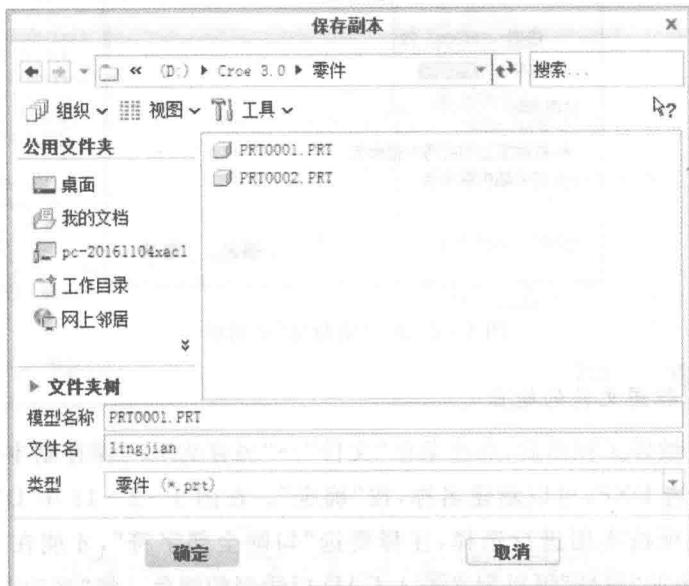

图 1-2-8 “保存副本”对话框
① 选择“文件”→“保存”命令或单击 \square 按钮,文件被保存到预先设定好的工作目录中。
② 如果要改变保存路径或文件名称,则可以选择“文件”→“另存为”→“保存副本”命令,打开如图 1-2-8 所示的“保存副本”对话框。在对话框顶部存储路径下拉列表框中选择要保存的路径,然后在“文件名”文本框中输入要保存文件的名字或保存已有文件,并在“类型”下拉列表框中选择要另存为的文件类型,最后单击“确定”按钮即可。